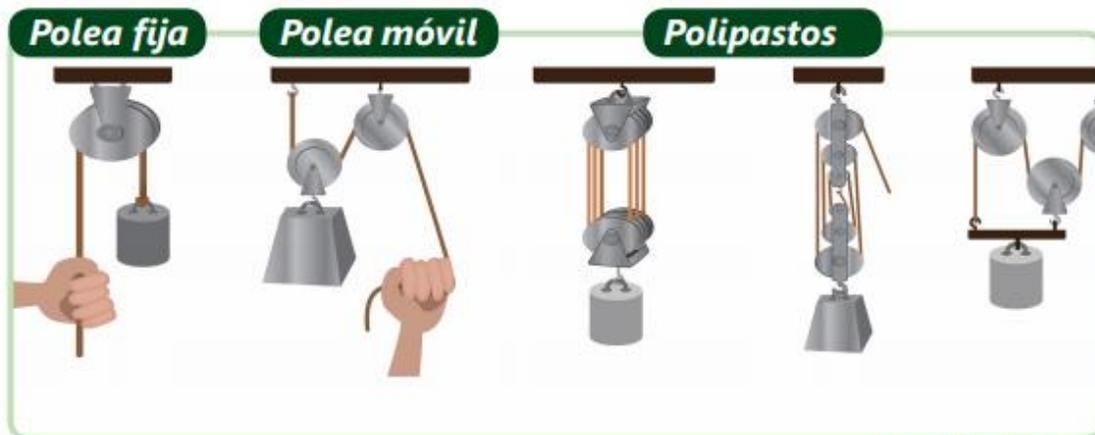

Figura 8. Tipos de poleas
Polea fija: la polea fija estará sujeta a un extremo, el eje de la polea permitirá girar, en el momento de tirar de la cuerda de un extremo, aplicando la fuerza o potencia, para levantar la carga o resistencia del otro extremo de la cuerda. (Figura 8)
8. De acuerdo con lo que observas en figura 8, sobre los diferentes tipos de poleas, determina ¿en qué se diferencia cada tipo de polea? Habla de las fuerzas en cada caso